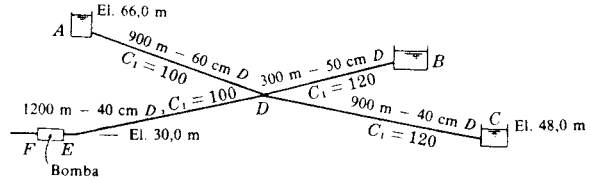

Fig. 8-18
39. En la Fig. 8-18, cuando Q_{ED} = Q_{DC} = 280 l/seg, determinar la presión manométrica en E, en kg/cm², y la elevación del depósito B. Sol. 5,26 kg/cm², 53,9 m